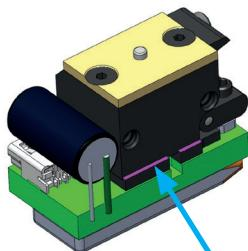
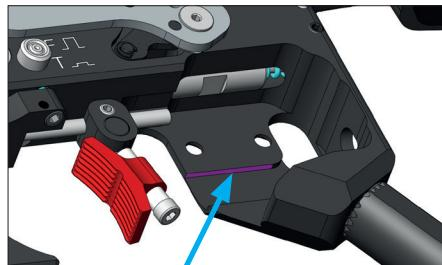

Abb. 3
Abb. 4
Der E-Abzug besitzt eine kleine Kante zum Ausrichten (pink markiert / Abb. 3). Ihre LP500 besitzt hierzu das passende Gegenstück (ebenfalls pink / Abb. 4)
1. Legen Sie den E-Abzug ins Waffengehäuse so ein, dass die beiden markierten Flächen aneinander liegen (Abb. 3,4,5), evtl. muss die Vorzugsschraube (a) etwas herausgedreht werden